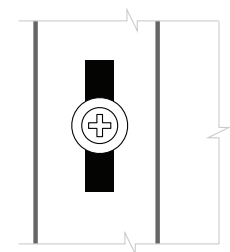

Рис. 19
■ Саморез вкручивается в центр перфорированного отверстия. Если отверстие не попадает на обрешетку, сделайте отверстие просекателем (*рис. 19*).